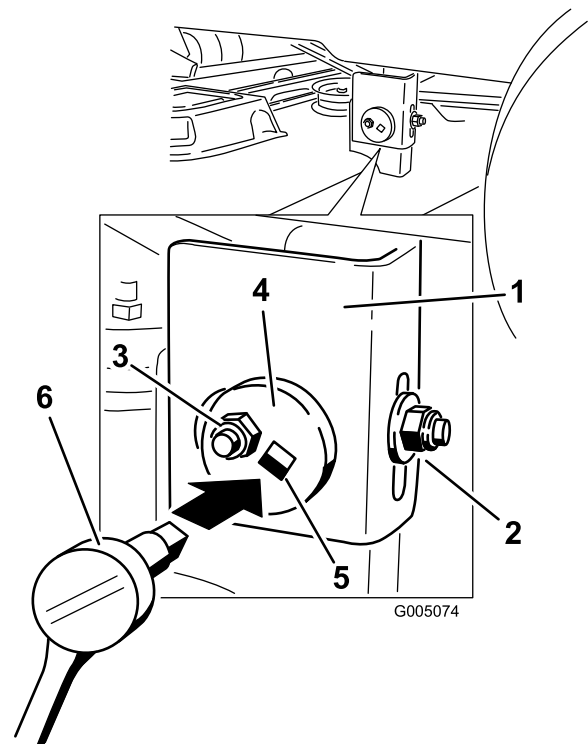

Figure 42
- Du côté gauche de la machine, desserrez sans le retirer, l'écrou de blocage arrière sur le support (Figure 42).
- Desserrez l'écrou de blocage latéral sur le support jusqu'à ce qu'il soit possible d'ajuster la plaque centrée (Figure 42). Utilisez une clé à douille munie d'une rallonge de 3/8 pouce pour manipuler la plaque centrée. Utilisez la clé pour repositionner le plateau de coupe à la hauteur voulue.
- Arrêtez le plateau de coupe et vérifiez sa hauteur, puis serrez l'écrou de blocage latéral sur le support pour fixer cette nouvelle position (Figure 42).